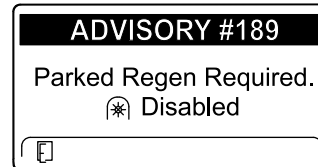

Figura 45
- Se non eseguite una rigenerazione parcheggiata entro 2 ore, l'InfoCenter visualizza il messaggio di richiesta della rigenerazione parcheggiata e di disabilitazione della presa di forza ADVISORY #189 (Figura 45).